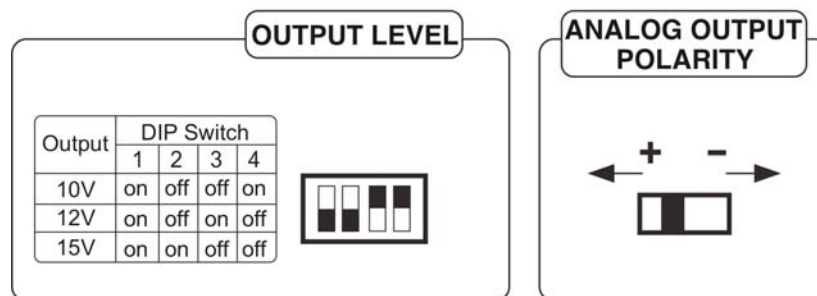

Abb. 3
- 4) Output-Level: 10V, 12V und 15V sind verfügbar, indem die Einstellung der 4 Dip-Schalter geändert wird (siehe Abb. 3).
- 5) Analogue-Output-Polarity: Bewegung nach links für „+“-Output und nach rechts für „-“-Output (siehe Abb.3).